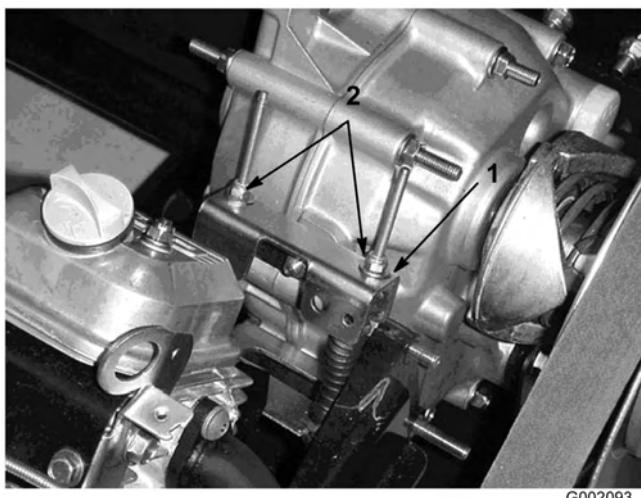

Figure 40
Lors des entretiens courants et/ou des diagnostics du moteur, vous devez placez la boîte-pont au point mort (Figure 40). La position point mort de l'inverseur de marche commande le point mort de la boîte-pont. Procédez comme suit pour vérifier que le point mort de l'inverseur de marche actionne correctement le point mort de la boîte-pont :
2. Vérifiez que la patte de réglage du point mort est à la position point mort (horizontale) en tournant l'embrayage (Figure 40). Le véhicule ne doit pas avancer ni reculer. Si le véhicule se déplace, placez la patte de réglage du point mort à la position point mort.
3. Serrez un des contre-écrous (Figure 40) juste assez pour éliminer le mou du câble de sélection de sens de marche.